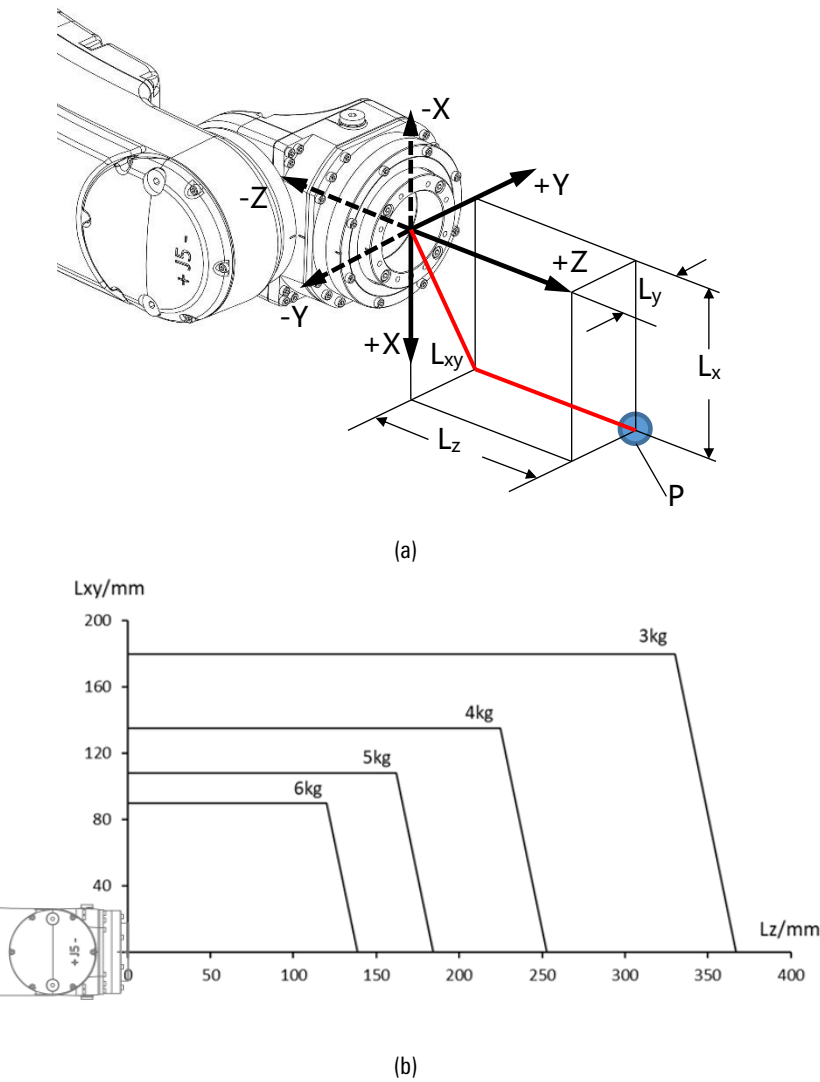

图 9-5 AIR6-1450A 操作机腕部负载质心位置示意图
AIR6-1450A 操作机腕部负载质心位置示意图请参考图 9-5。
- 负载条件应在图 9-5 及表 9-4 所示的范围内。